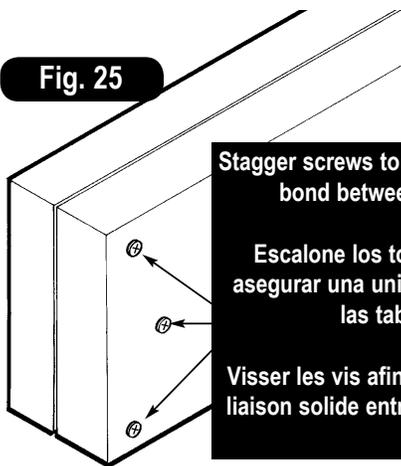

Fig. 25
NOTE: Stagger the screws as shown in Fig. 25 to insure a sturdy bond. Repeat every 24" along the entire length of the beam. Turn the beam over and repeat this process on the other side. When beam is complete, measure, drill holes, and attach beam clamps and nylon bushing swing hangers according to the instructions on page 25.
Nota: Escalane los tornillos como se muestra en la Fig. 25 para asegurar una unión firme. Repetir cada 24" a lo largo de toda la viga. Gire la viga y repita este proceso del otro lado. Cuando la viga esté completa, medir, taladrar los agujeros y unir las abrazaderas de viga y los colgaderos del columpio cubiertos con nilón según las instrucciones de la página 25.
REMARQUE : Visser dans la vis tel qu'illustré à la fig. 25, afin d'assurer une liaison solide entre les planches. Répéter aux 24 po (600 mm) sur toute la longueur de la poutre. Inverser la poutre et répéter de l'autre côté. Lorsqu'une poutre est complétée, mesurer, percer les trous et fixer les attaches de poutre et les supports de balançoire avec une bague en nylon conformément aux instructions en page 25.
4. Assemble the beam by screwing each end together using three 2-1/2" screws (Fig. 25).
4. Montar la viga uniendo cada extremo, usando tres tornillos de 2-1/2" (Fig. 25).
4. Assembler la poutre en clouant ensemble chacune des extrémités à l'aide de trois 2-1/2 po (64 mm) vis (fig. 25).